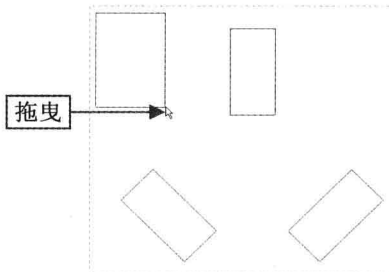

图 2-32 拖曳鼠标
Step 03 在绘图区左上角的合适位置单击鼠标左键，确定矩形的第一点，并向右下方拖曳鼠标，如图 2-32 所示。